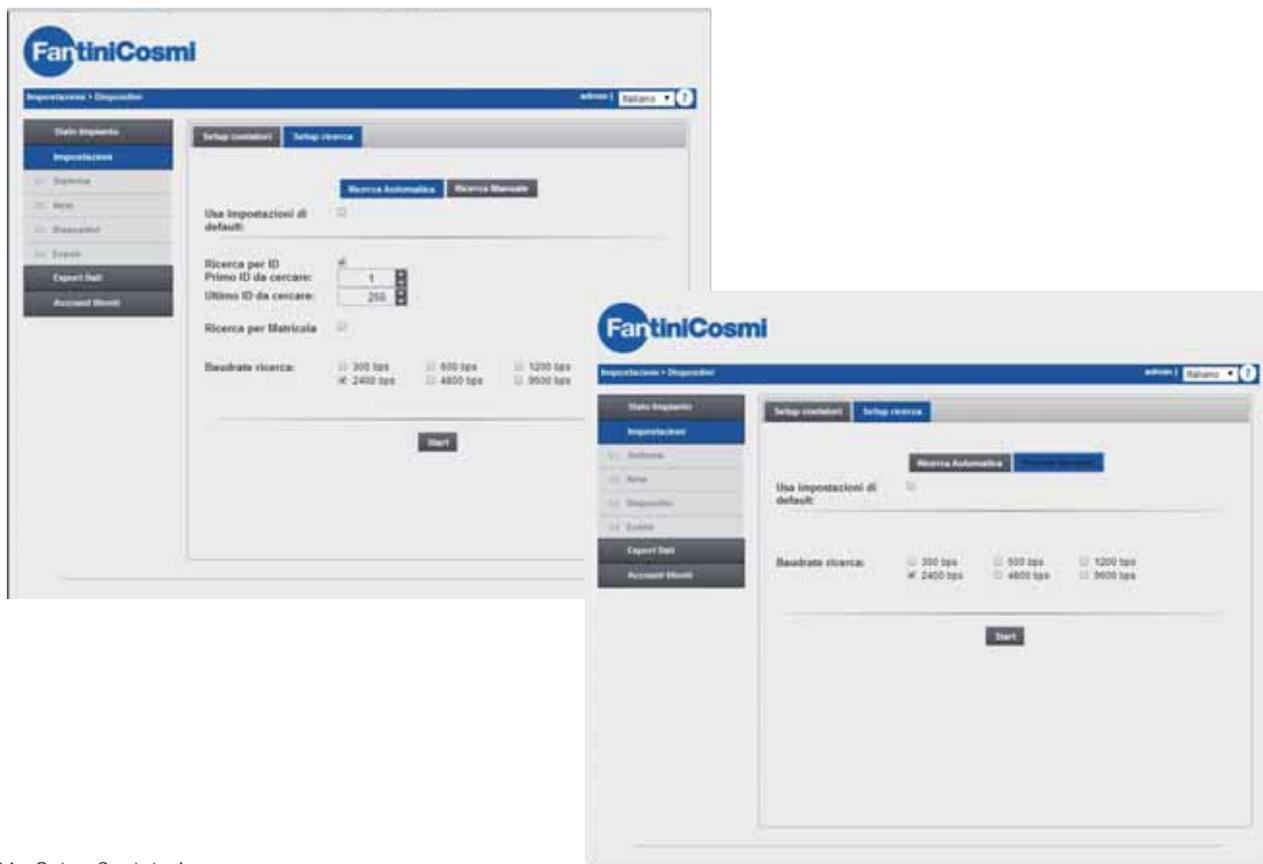

Figura 34 - Setup Contatori
- Una volta aver definito la velocità di trasmissione premere Start per avviare la ricerca. A questo punto è possibile selezionare se impostare una ricerca per ID primario (se impostato nel contatore) o ID secondario (numero di matricola del contatore ad 8 cifre). Questo tipo di ricerca permette la ricerca di un unico dispositivo alla volta come mostra la Figura 34